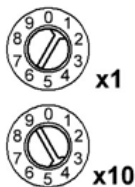

Рис.2. Адрес 41.
- 3.4. Установите DALI адрес. Адрес устанавливается двумя вращающимися переключателями. Первым переключателем устанавливаются единицы, вторым - десятки. На Рис.2. показан пример установки адреса 41. Переключателями устанавливается адрес первого канала, соответствующего каналу **R** зоны **1** (назовем его А).
Таким образом, в примере на Рис.2, будут задействованы адреса 41, 42, 43 ... 56. Максимально возможное количество адресов и устройств на шине DALI – 64 адреса.